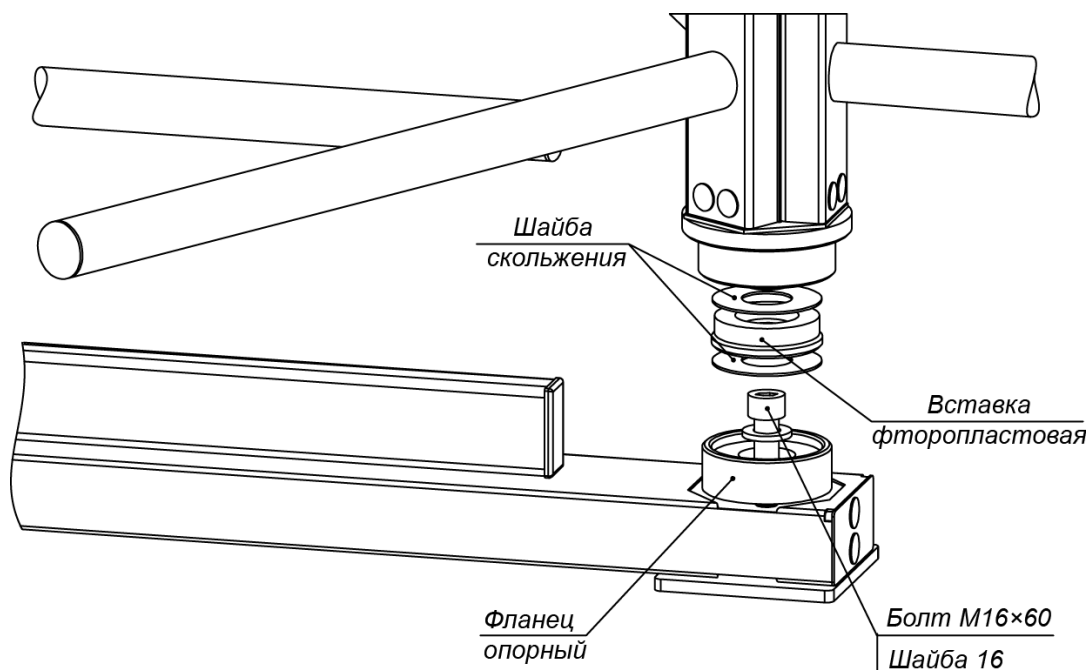

**Рисунок 13. Нижний узел вращения ротора (3)**
- В место установки нижнего узла вращения ротора вставьте фланец опорный узла вращения (см. рис. 13). Закрепите его и стойку с преграждающими планками на установочной поверхности анкерным болтом М16.
- Окончательно затяните анкерные болты крепления к установочной поверхности опорных фланцев стойки с преграждающими планками (5) и фланцев секций (6) формирователя прохода. При возникновении перекосов в силовых элементах конструкции турникета допускается использовать монтажные прокладки.
- Закройте пластиковыми заглушками Ø16 отверстия для болтов соединения секций ротора (2) и отверстия крепления балки опорной (7) к секциям (6) формирователя прохода (см. рис. 13 и 20).